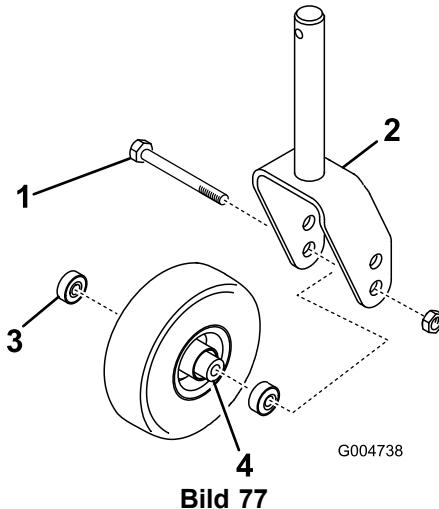
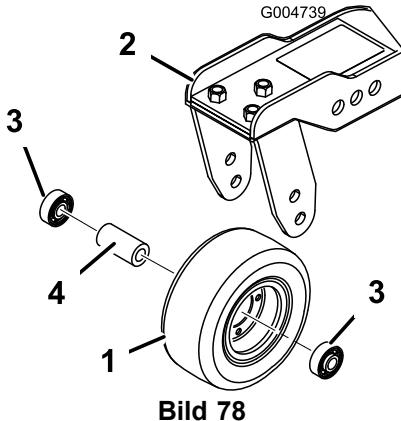

Bild 77
Bild 78
1. Entfernen Sie die Sicherungsmutter von der Schraube, mit denen das Laufrad in der Mitte der Laufradgabel (Bild 77) oder am Laufradgelenkarm (Bild 78) befestigt ist. Halten Sie das Laufrad fest und schieben die Schraube aus der Gabel oder vom Gelenkarm ab.
2. Entfernen Sie das Lager aus der Radnabe und lassen das Lagerdistanzstück herausfallen (Bild 77 und Bild 78). Entfernen Sie das Lager aus der gegenüberliegenden Seite der Radnabe.